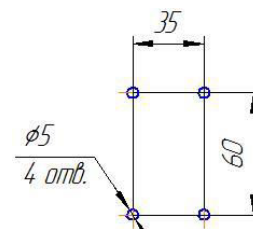

Рис.2
4.7 Схему расположения отверстий крепления на стене кронштейна поста газоразборного модели ПГУ-10 см.рис.2.